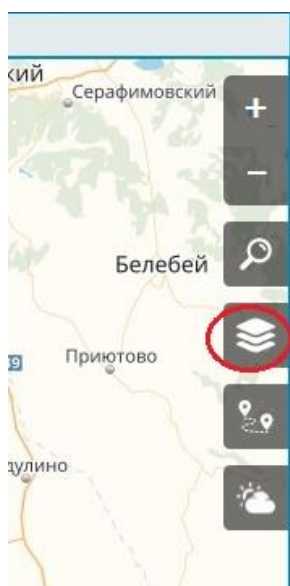
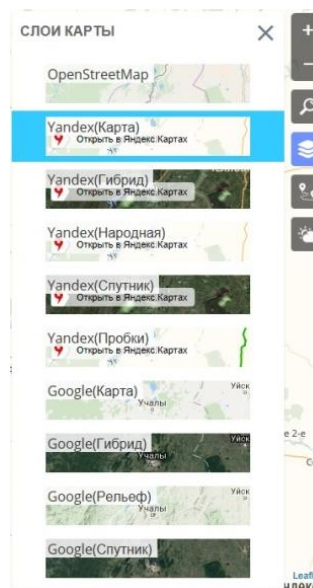

Рисунок 2.14 – Выбор слоев
Рисунок 2.15 – Выбор сервиса
2. Нажав иконку **Слои** (рисунок 2.14), можно выбрать необходимый картографический сервис из представленных на платформе: OpenStreetMap, Yandex Maps, Google Maps или др. (рисунок 2.15).